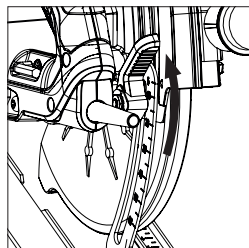

Fig. 10
- Afloje el mecanismo de bloqueo del ajuste de profundidad tirando de la palanca de funcionamiento hacia arriba. **(Fig. 10)** (CCSL mostrado. Todos los demás modelos son similares).